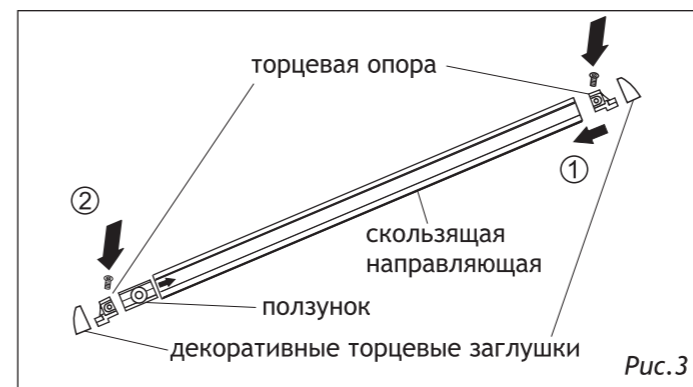
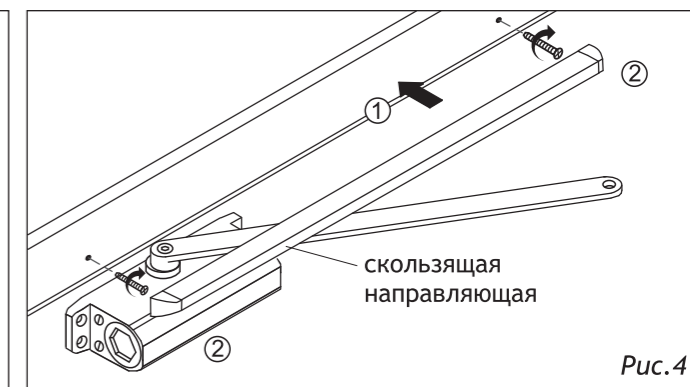

Рис. 3
Рис. 4
4. Вставьте ползунок в скользящую направляющую. Винтами закрепите торцевые опоры на скользящей направляющей. Установите скользящую направляющую и закрепите на ней декоративные торцевые заглушки (рис. 3) и (рис. 4);
9. Необходимо избегать касание ползунка торцевых опор рис.3., т.к. это может привести к преждевременной его поломки, для этого ограничьте распах двери с помощью дверного ограничителя (в комплектацию не входит, приобретается отдельно).